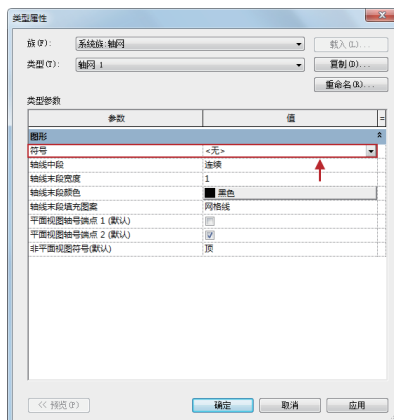

图2-20 【类型属性】对话框
- 03 在“属性”选项板中单击“编辑类型”按钮，弹出【类型属性】对话框，在“符号”的右侧显示为“<无>”，表示当前项目文件中并没有标头符号文件，需要用户从外部文件中载入，如图2-20所示。